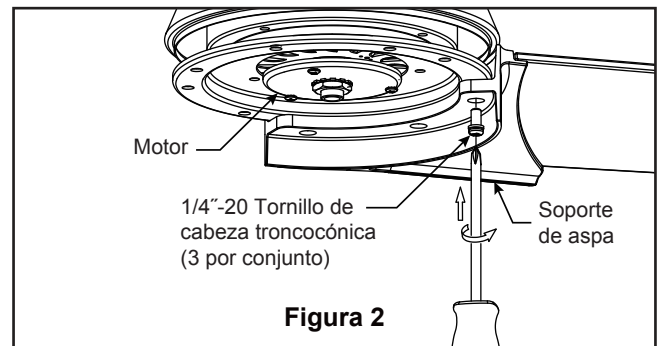

Figura 2
2. Fije los soportes de aspas al soporte del motor mediante los 1/4"-20 tornillos de cabeza troncocónica a través de los orificios ubicados al costado del soporte del motor. (Figura 2)
- 2.** Instale la ensamble de la placa de iluminación en el soporte utilizando las dos ranuras principales de conexión. Vuelva a colocar el tornillo retirados previamente y asegure los tres tornillos. (Figura 2)